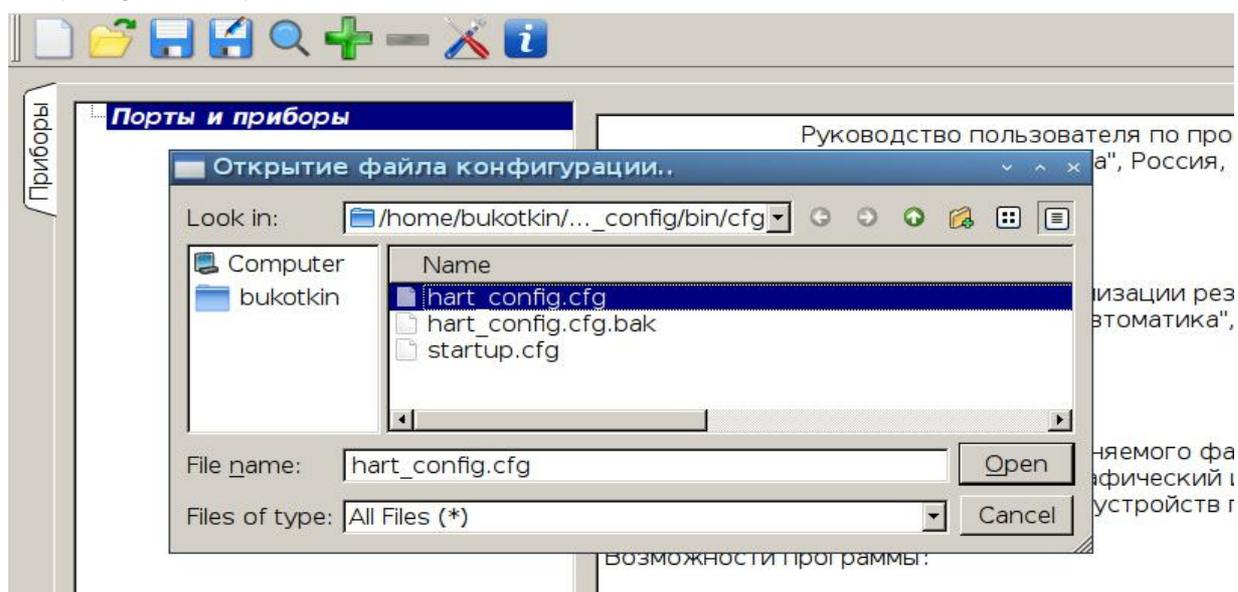

Рисунок 59 - Выбор файла конфигурации
Операция «**Открыть**» позволяет выполнить выбор и загрузку из иного файла конфигурации информации о настройках главного окна приложения и дерева объектов; при этом появляется диалог, позволяющий выбрать файл конфигурации (Рисунок 59).
*Примечание - При этом текущий файл конфигурации приложения не меняется, (имя текущего файла конфигурации отображается в заголовке окна), в дальнейшем можно загрузить сохраненные параметры с помощью функции «Открыть» (Рисунок 59), после успешного завершения которой выбранный файл конфигурации станет текущим файлом конфигурации приложения.*